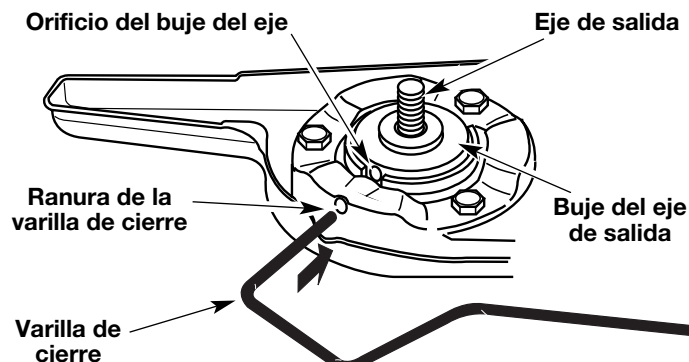

Fig. 8
1. Alinee el orificio del buje del eje con la ranura de la varilla de cierre e inserte la varilla de cierre en el orificio del buje del eje (Fig. 8).